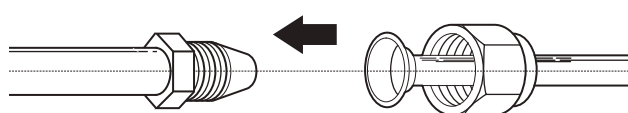

Fig. 2.12
3. S'assurer qu'il est orienté dans la bonne direction car il ne sera pas possible de retirer l'écrou ou de changer sa direction après l'évasement. Voir la **Fig. 2.12**.